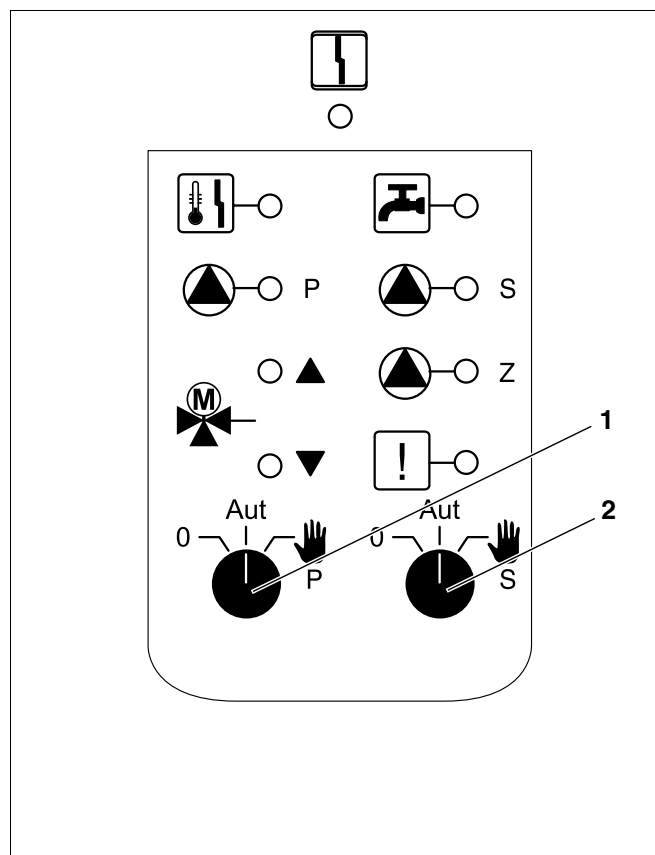

Fig. 5 Modulo FM 445
- Posizionare il circuito primario (fig. 5 , **pos. 1**) mediante il selettore
- Posizionare il circuito secondario (fig. 5 , **pos. 2**) mediante il selettore